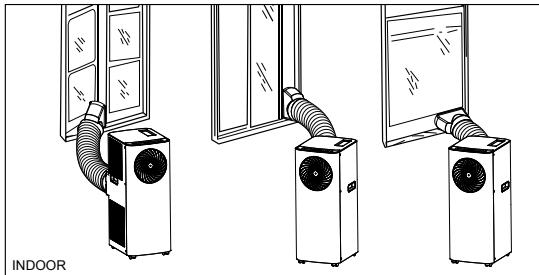

Fig. 4
- 2/ Far scorrere l'altro connettore di scarico (n. 12) verso l'uscita dell'aria (n. 7) sul retro dell'unità Svolgere il tubo (n. 11) fino al raggiungimento della lunghezza desiderata e mettere in posizione il beccuccio di scarico (n. 14), attraverso una finestra aperta come mostrato nella fig. 4.